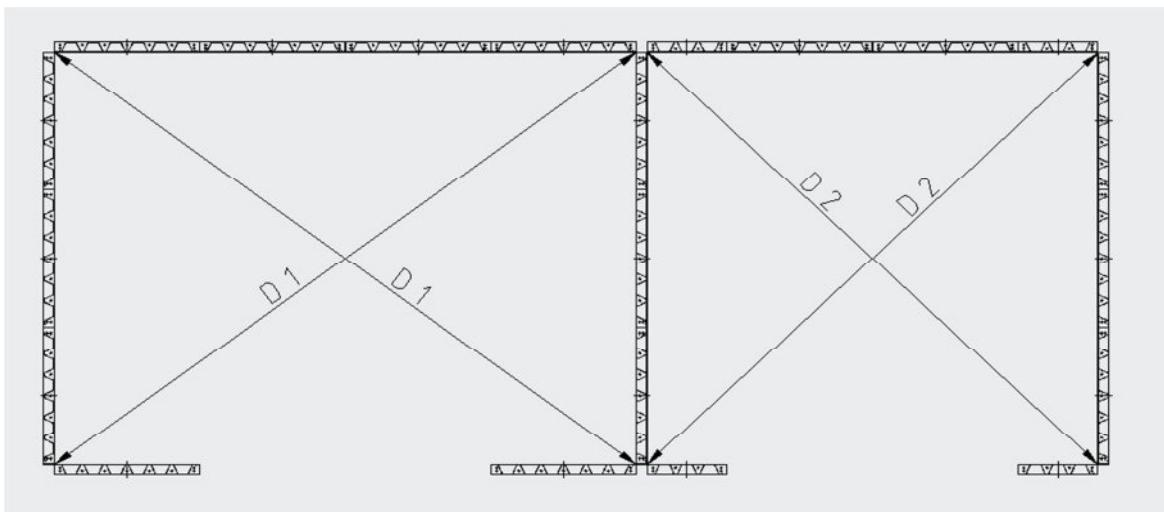

Bild 12 Maß- und Winkelkontrolle diagonal
3.2.2 Auf Bodenplatte Silo- Innenkonturen einmessen und anreissen. Dabei über die Kontrolle der Diagonalen die rechten Winkel der Anlage sicherstellen (siehe Bild 12). Dies muss in Übereinstimmung mit den beigestellten Unterlagen (Stazik; Montagezeichnungen) erfolgen.